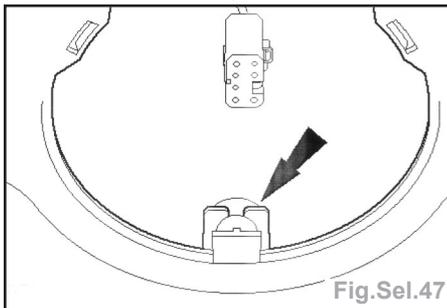

Fig.Sel.47
- Détacher le clip de fixation arrière du panneau de toit (Fig.Sel.47).